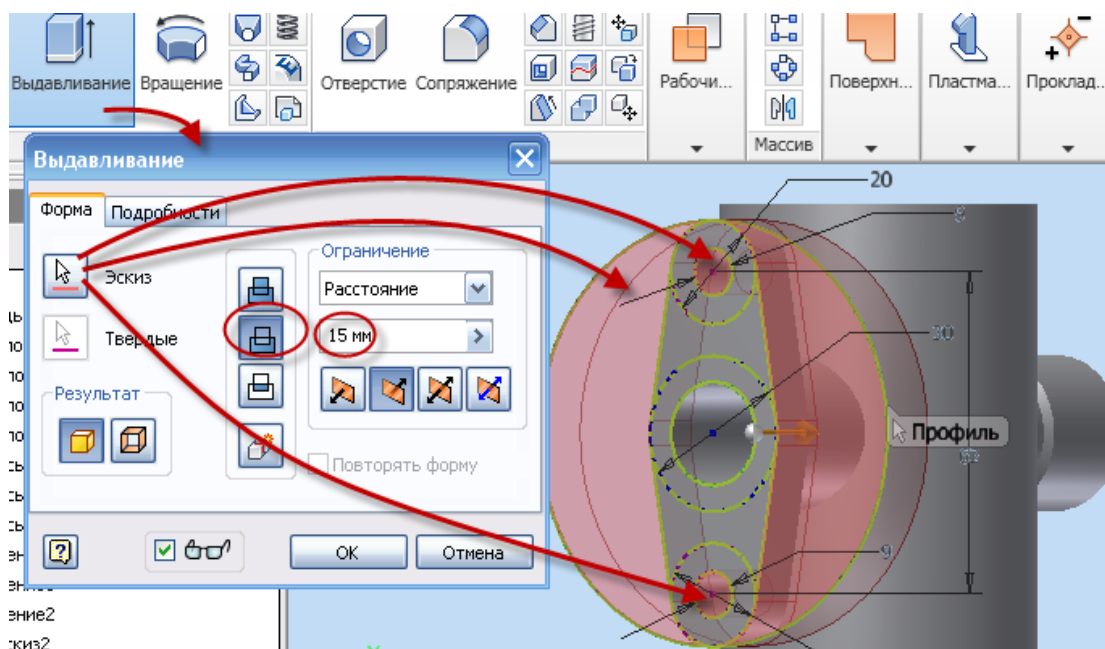

Рис. 3.36. Изменение формы элемента корпуса
- Используя инструмент  **Орбита** поверните модель (рис. 3.36).
- Выберите инструмент  **Выдавливание**, в диалоговом окне **Выдавливание** –  **Эскиз** – выберите два отверстия по 9мм и укажите поле за областью эскиза (см. рис. 3.36).